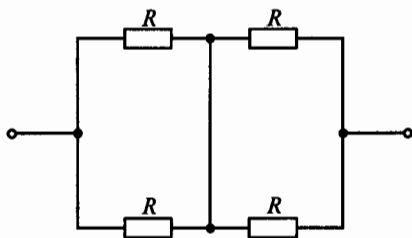

Рис. 23
**1.37.** На рис. 23 все резисторы имеют одинаковое сопротивление  $R$ . Чему равно эквивалентное сопротивление этой цепи?